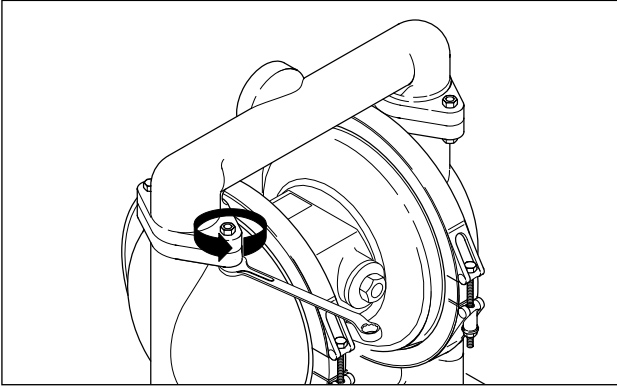

Fig. 8: Rimozione dei raccordi di aspirazione e di mandata.
- Svitare le viti e smontare il raccordo di mandata e di aspirazione (Fig. 8).